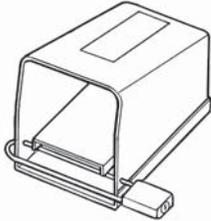

Рисунок 1 – Заблокированный pedalный выключатель
- Заблокируйте pedalный выключатель, если станок не используется (рисунок 1). Это позволяет избежать случайного запуска.